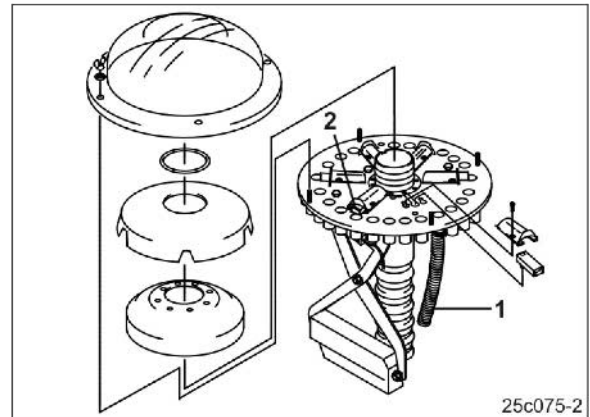

Рис. 131
6. Відкрутіть масляний фільтр (Рис. 131/ 1) 3-ма гвинтами, замініть фільтрувальний елемент масляного фільтра.